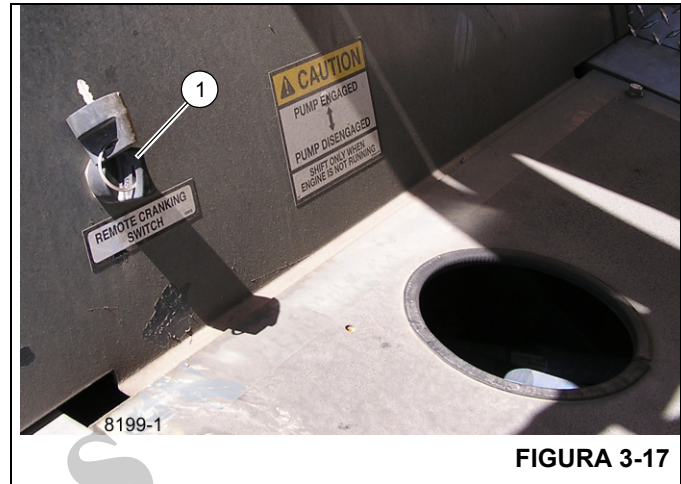

FIGURA 3-17
7. Desligue o motor e reconecte a bomba; enquanto usa a chave de partida remota (1, Figura 3-17), empurre para baixo a alavanca de desconexão da bomba até que a bomba seja acionada.